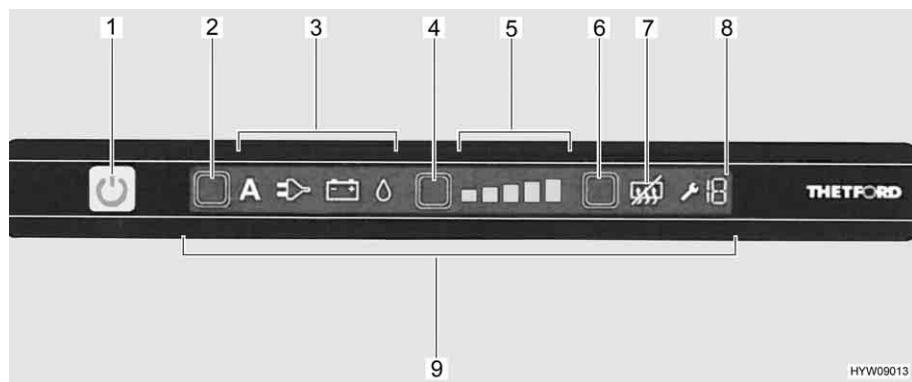

Fig. 182 Elementi di comando del frigorifero
Dopo l'accensione, il frigorifero seleziona automaticamente la regolazione del termostato impostata per ultima. Questa regolazione può essere modificata manualmente tramite il tasto del livello di refrigerazione (Fig. 182,4). Le barre luminose dell'indicatore del livello di refrigerazione (Fig. 182,5) visualizzano la temperatura selezionata sul termostato.
Con il tasto del livello di refrigerazione (Fig. 182,4) viene regolata la temperatura di refrigerazione per i tre tipi di energia. Ci vogliono alcune ore prima che il frigorifero raggiunga la temperatura di esercizio impostata. Cambiando la modalità di funzionamento la regolazione del termostato non viene modificata. La temperatura di refrigerazione è indipendente dal tipo di energia utilizzata.
- Premere il tasto On/Off (Fig. 182,1) per 1 secondo. Il tasto si illumina di verde. Gli indicatori si illuminano per 10 secondi, quindi vengono smorzati per risparmiare energia.
- Premere brevemente il tasto On/Off (Fig. 182,1) in qualsiasi momento. Vengono visualizzate le impostazioni attuali del frigorifero.
- Premere una o più volte il tasto di selezione energia (Fig. 182,2). I simboli modalità di funzionamento (Fig. 182,3) indicano la modalità di funzionamento selezionata.
- Premere il tasto del livello di refrigerazione (Fig. 182,4). L'indicatore del livello di refrigerazione (Fig. 182,5) indica la potenza di raffreddamento impostata.
- Premere il tasto del livello di refrigerazione (Fig. 182,4), finché viene visualizzata la potenza refrigerante desiderata.
- Premere il tasto On/Off (Fig. 182,1) per circa 2 secondi. Tutte le spie si spengono.
Spegnimento: ■ Premere il tasto "Anti-condensa" (Fig. 182,6). Il simbolo di disattivazione della funzione anti-condensa (Fig. 182,7) si illumina.
Accensione: ■ Premere nuovamente il tasto "Anti-condensa" (Fig. 182,6). Il simbolo di disattivazione della funzione anti-condensa (Fig. 182,7) si spegne.